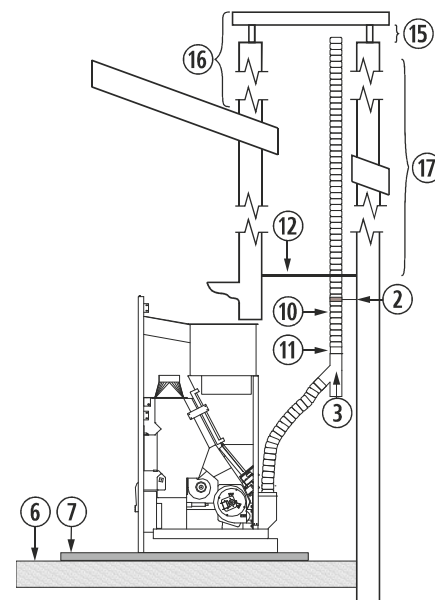

Figura 9
4.30. A instalação de um encastrável numa chaminé de obra pode ser feita em toda a sua totalidade em tubo flexível, tal como indicado na *figura 9*. Devemos ter especial cuidado na hora de realizar o isolamento entre a chaminé e o tubo da saída de gases para evitar possíveis retrocessos de gases em caso de tempestade.
②	Abraçadeira de união de aço inox.
③	Tê de 135° com registro.
⑥	Chão de madeira.
⑦	Protector de chão incombustível.
⑩	Tubo de aço inox flexível.
⑪	União adaptadora de flexível a rígido.
⑫	Isolante anti-retrocesso.
⑮	Mínimo 200mm.
⑯	Deve ultrapassar o teto em 1 metro.
⑰	Superior a 4m, aumentaremos uma medida.